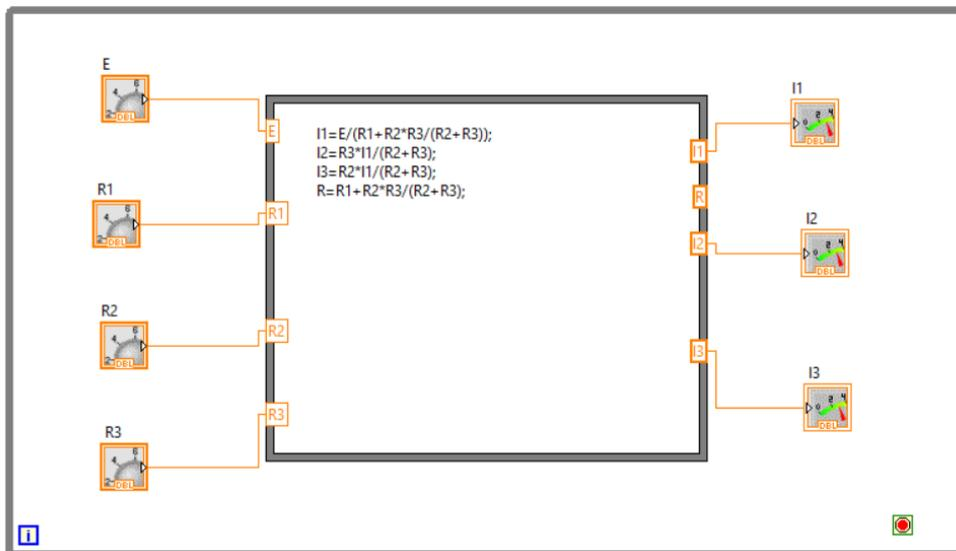

Рис.2.7. - Цикл While Loop
- После того, как мы отпустим левую кнопку мыши, программа будет выглядеть так, как показано на рис.2.7.